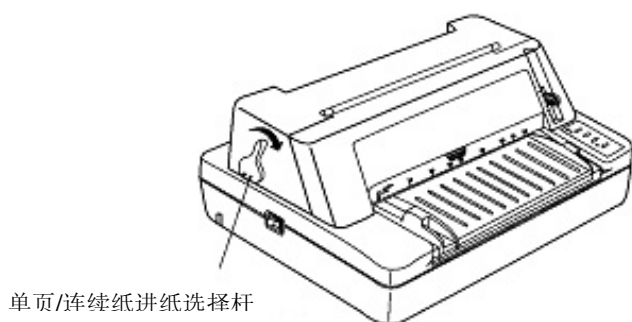

图 3-6 使用单页/连续纸进纸选择杆方式
打印机的拖纸器将连续纸由后往前送（如图 3-6 所示）。
2. 把单页/连续纸进纸选择杆移到连续纸的位置（如图 3-6 所示）。